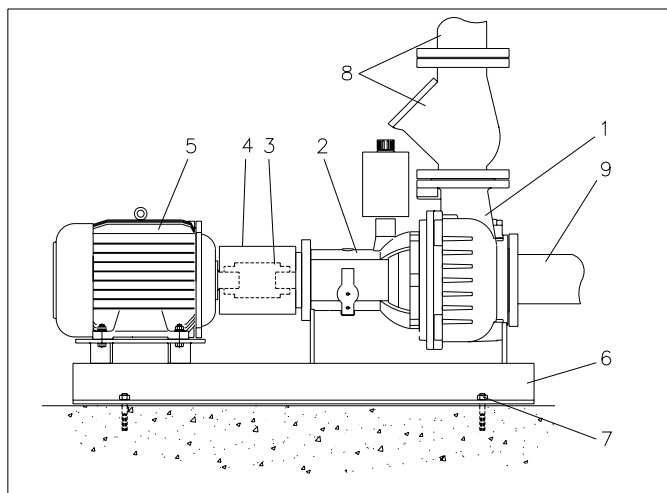

Fig. 7.1
a placa base esté anclada a los cimientos a través de 4 agujeros de fijación; véase la fig. 7.1, pos. 7
Durante la instalación, se debe prestar atención a que el eje de la bomba quede alineado con el eje del motor. Con el anclaje de la placa base y la conexión de las conducciones, se puede modificar el alineamiento. Retire la cubierta protectora -véase la fig. 7.1, pos.4.